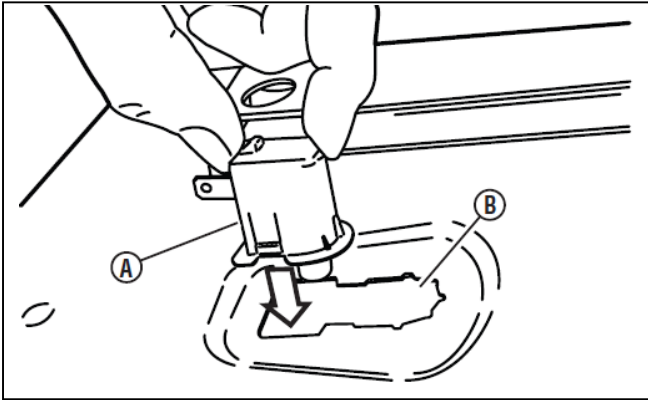

図 1-11
- A. シートスイッチ(図 1-11 の A)をシート(B)の底に取り付けます。
- A. シートスイッチ(図 1-11 の A)をシート(B)の底に差し込みます。